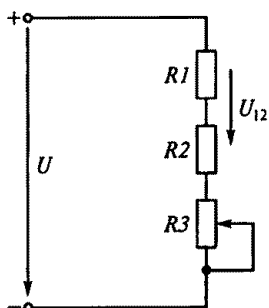

Рис. 26
1.40. Как изменится напряжение U_{12} на резисторах $R1$ и $R2$ в схеме на рис. 26, если движок реостата $R3$ переместить вниз?